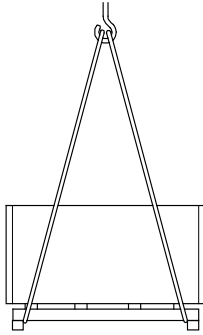

Abb. 2 Transport mit dem Kran
1. Seile, Gurte oder Mehrpunktgehänge entsprechend Abb. 2 an der Palette anschlagen.